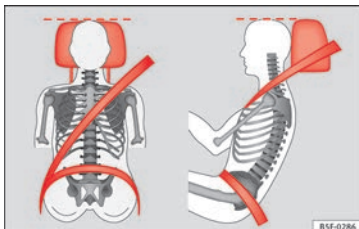

Bild 76 Korrekt inställt nackskydd sett framifrån och från sidan
- Ställ in nackskyddet, så långt det går, så att ovankanten är på samma nivå som huvudets övre del, eller åtminstone i ögonhöjd » **bild 76**.